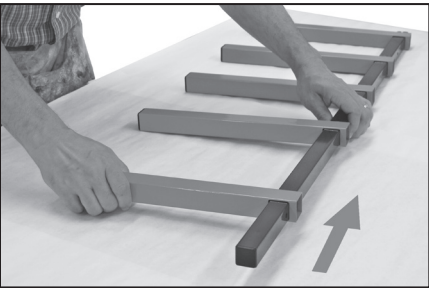

Figure 2
2. Insérez une vis dans le trou suivant, situé au-dessus de celui de l’étape 1. Positionnez en la glissant une autre barre orange. Répétez l’opération jusqu’à ce que toutes les barres soient installées en vous assurant que toutes les encoches sont dirigées vers le bas. Procédez de la même façon pour l’autre côté. Figure 2.